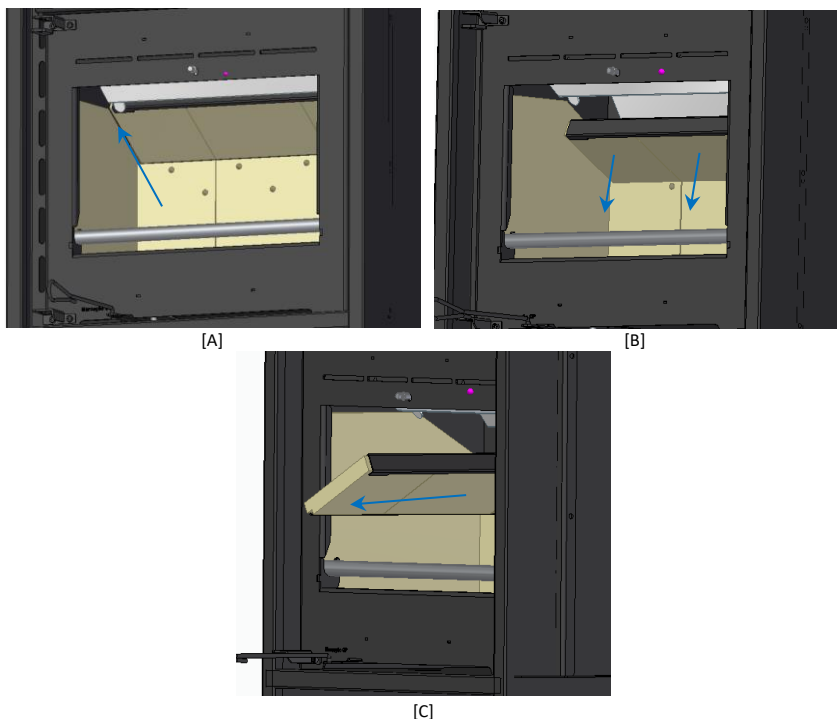

Figure 56 -Séquence à suivre pour retirer le déflecteur de fumée
2. Soulevez un peu le déflecteur pour qu'il soit libéré du support du déflecteur supérieur. Après l'avoir libéré des supports, vous devez retirer le déflecteur en le déplaçant vers le bas, Figure 56 [A] et [B];
3. Avec l'espace créé précédemment, tournez le déflecteur par rapport au côté et vers le bas, Figure 56 [C] et retirez-le par la porte ;